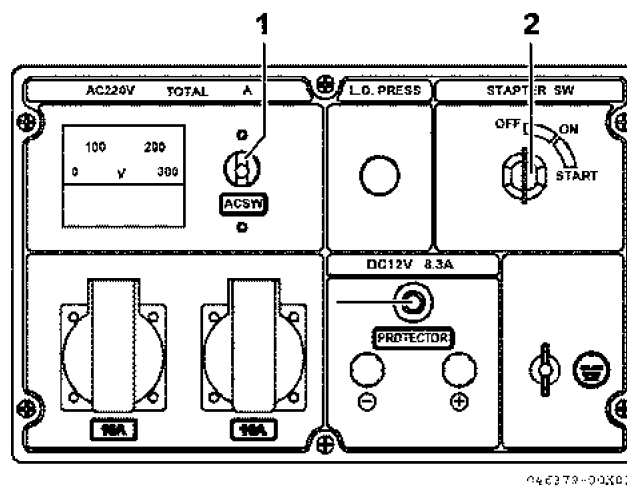

Рисунок 21
1. Поверните главный выключатель переменного тока генератора в положение "OFF" («ВЫКЛЮЧЕНО») (Рисунок 21, (1)).
2. Поверните пусковой выключатель генератора с ключом в положение "OFF" («ВЫКЛЮЧЕНО») (Рисунок 21, (2)).